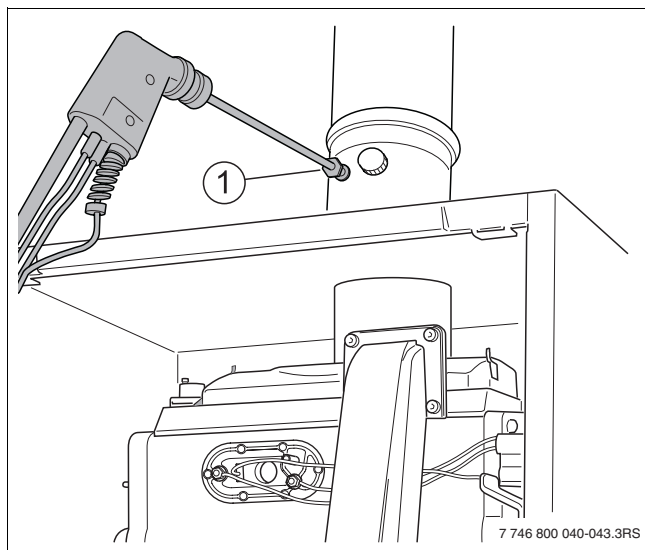

Bild 66 Mätställe för avgaser
- Mät CO-värdet på mätstället för avgaser (→ bild 66, [1]).